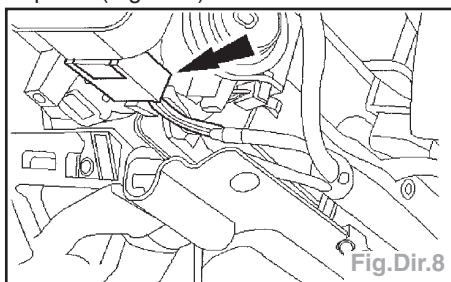

Fig.Dir.8
- Débrancher le connecteur de ressort spiralé (Fig.Dir.8).